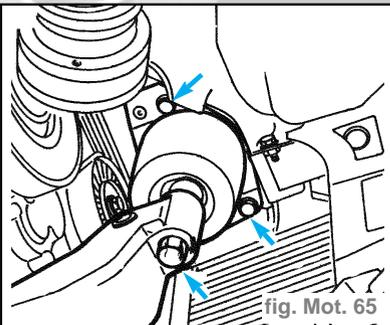

fig. Mot. 65
- Déposer le palier moteur, côté distribution (fig. Mot. 65).